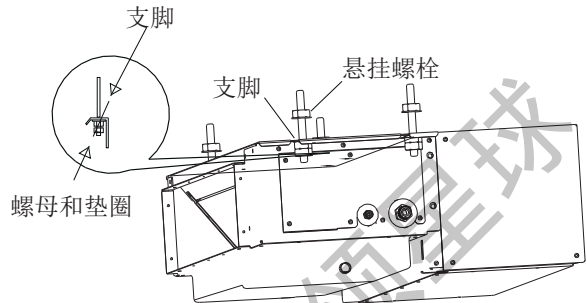

图5.6 吊装方法
- 先将机器的左侧的托架, 放置到螺栓和垫片之上(见图5.6)。